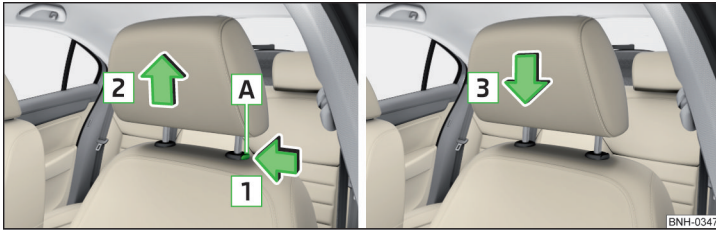

Abb. 58 Kopfstütze vorn herausnehmen/einsetzen
- › Zum **Herausnehmen** die Sicherungstaste **A** in Pfeilrichtung **1** halten und die Stütze in Pfeilrichtung **2** herausnehmen » Abb. 58.